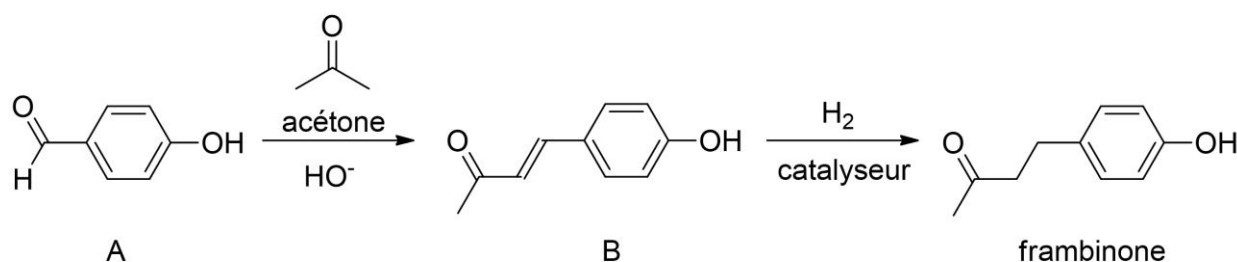

Figure 2. Étapes de la séquence réactionnelle d'obtention de la frambinone
**Q6.** Sachant que la deuxième étape de la séquence réactionnelle (figure 2) est réalisée avec un excès de dihydrogène et que la masse de frambinone obtenue est  $m_{\text{exp}} = 2,19 \text{ g}$ , montrer que la valeur du rendement  $r$  de la synthèse est proche de 65 %.